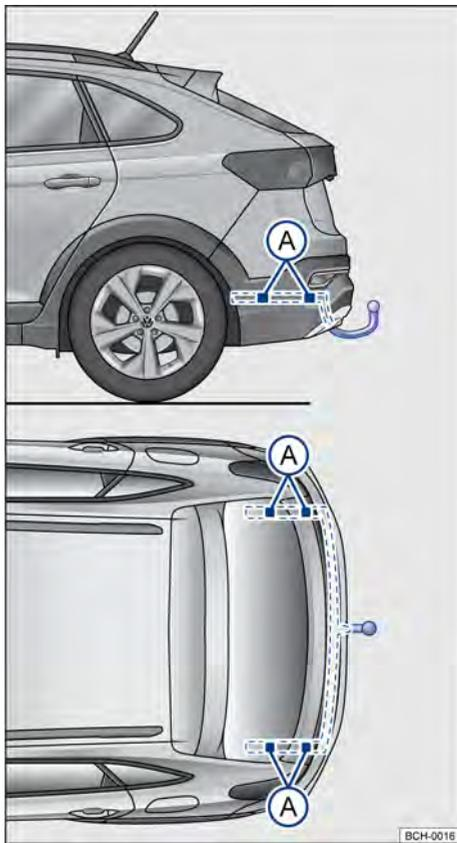

Fig. 155 Pontos de fixação para instalar um dispositivo de reboque posteriormente.
A figura → Fig. 155 ilustra, como exemplo, o ponto de fixação para instalar um dispositivo de reboque do modelo Nivus.
A montagem posterior de um dispositivo de reboque deverá ser efetuada de acordo com as instruções do respectivo fabricante do engate, sempre respeitando os pontos de fixação indicados na → Fig. 155 (A).